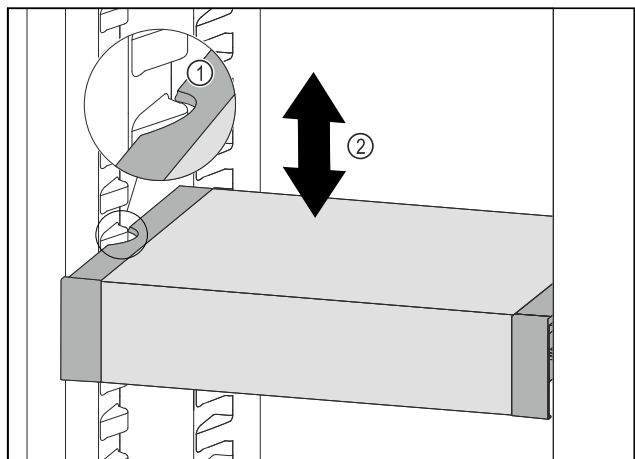

Fig. 126
- ▶ VarioSafe vucite prema naprijed sve dok se bočni otvori VarioSafe ladice ne nađu na visini žlijeba spremnika u hladnjaku. Fig. 126 (1)
- ▶ Pomičite ladicu VarioSafe u hladnjaku prema gore ili dolje sve dok ne dosegnete željenu visinu. Fig. 126 (2)